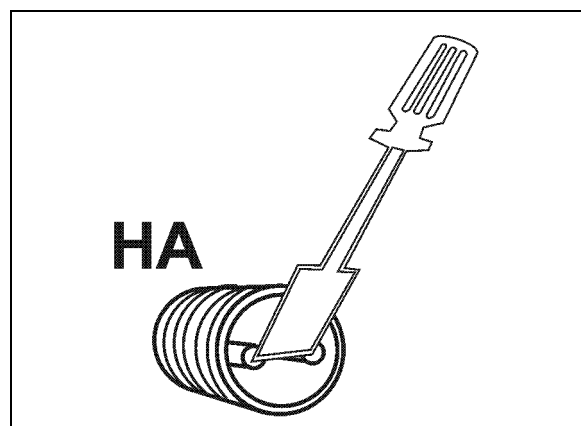

Рис. 13
3. Зашунтируйте несколько раз полюса разъема при помощи маленькой отвертки (Рис. 13).